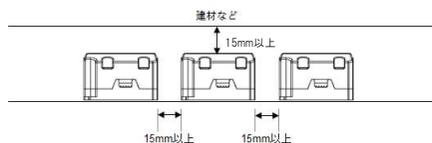

図1
- ・ 電源は自然空冷方式のため、図1のように製品を2台以上並べて設置する場合は、相互の熱の影響を受けないよう上面の間隔も15mm以上あけてください。